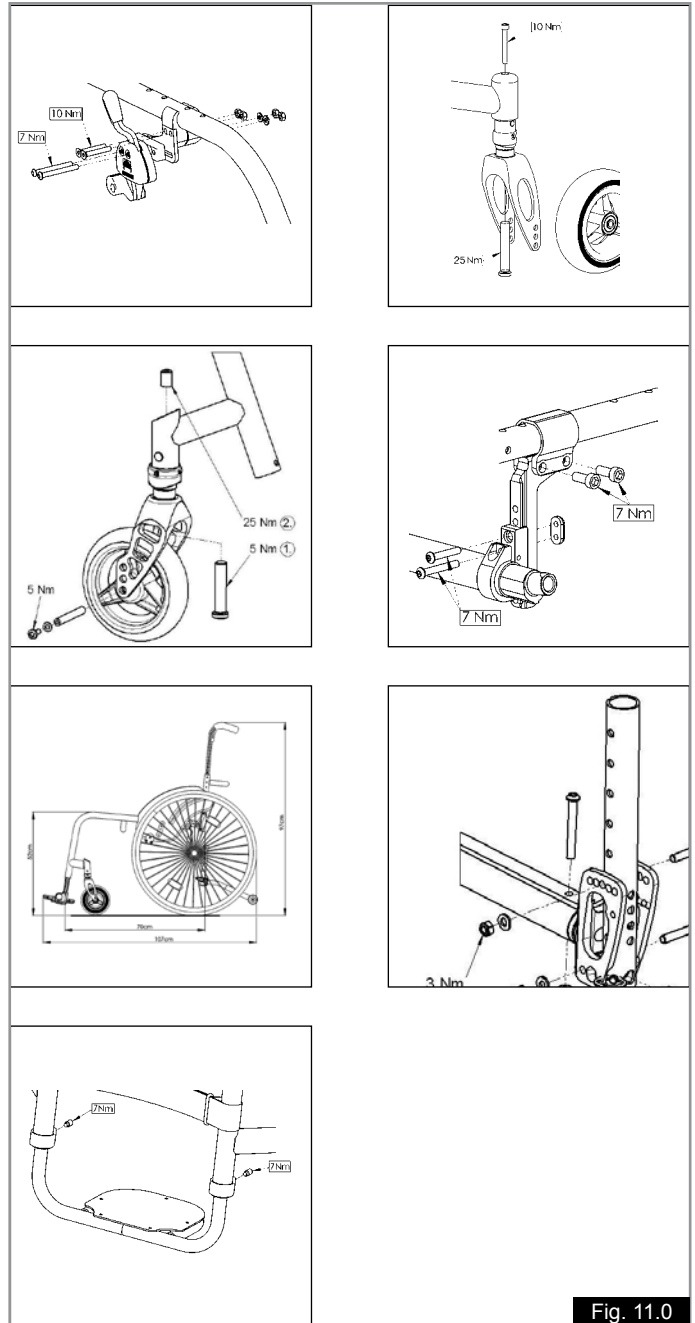

Fig. 11.0
14.0 Coppia di serraggio (Fig. 11.0)